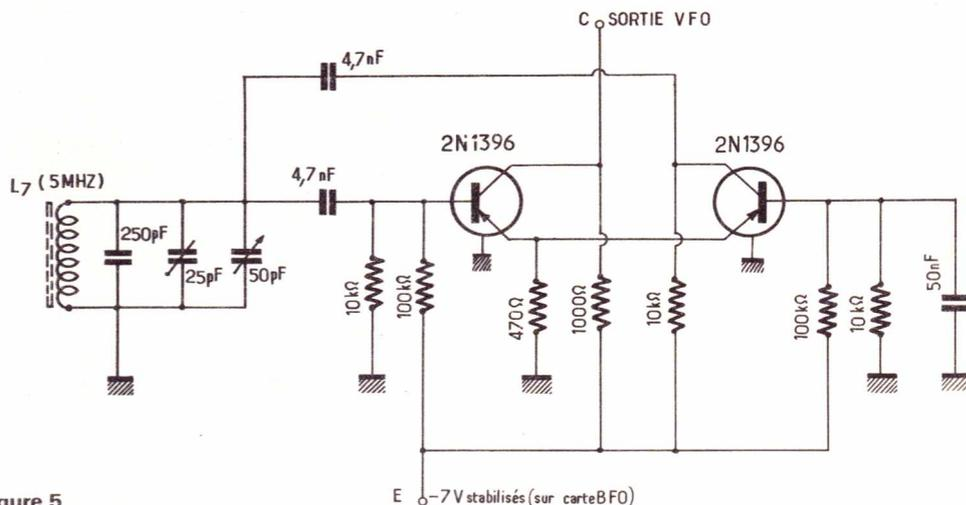

Figure 5
La figure 5 montre le schéma du V.F.O. dont le signal est injecté à l'étage mélangeur d'entrée ; deux transistors de type 2N 1396 sont montés dans un dispositif quelque peu symétrique, rappelant un tant soit peu un système multivibrateur ; les deux émetteurs sont alimentés par la même résistance de 470 ohms, les deux bases sont toutes deux polarisées par deux résistances de 100 kilohms allant au  $-7V$  régulés, et par deux résistances de 10 kilohms allant à la masse, c'est dire que les deux ponts diviseurs sont identiques ; le collecteur de l'un est relié à la base de l'autre par une liaison capacitive introduisant ainsi une certaine constante de temps, (capacité de 4,7 nF) et la présence d'un circuit oscillant (L) accordé sur 5 MHz donnant une forme sinusoïdale au signal produit par cet oscillateur ; la fréquence de ce signal d'oscillation locale est ajustée par trois capacités : une fixe de 250 pF, une ajustable qui permet de caller le milieu de la gamme amateur et la troisième variable permettant d'étaler au mieux la totalité de la gamme, car en B.L.U. il n'est pas bon de ne pas avoir un étalement suffisant de la plage de fréquence. Le CV utilisé aura de préférence une valeur de 50 pF et sera choisi de très bonne qualité.